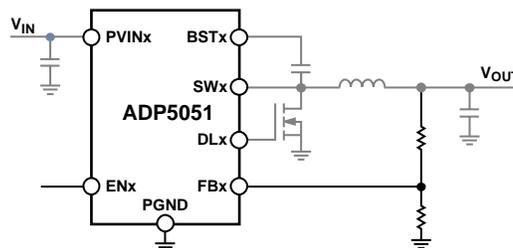

图62. 带高电流走线(显示为灰色)的典型电路
- 确保高电流环路的走线尽可能短而宽。图62显示高电流路径。